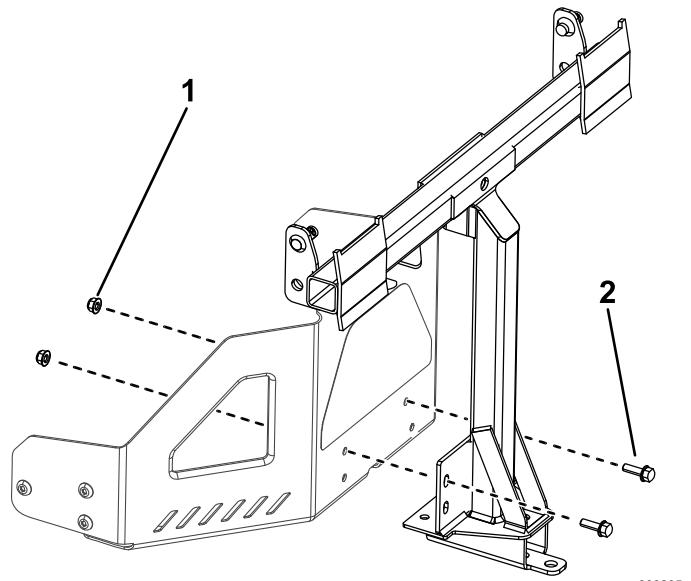

Figura 6
- Instale a estrutura da articulação na máquina como se mostra na Figura 6. Prenda a estrutura de articulação à máquina utilizando os dois parafusos (5/16 pol. x 1 pol.) e duas porcas de bloqueio (5/16 pol.).